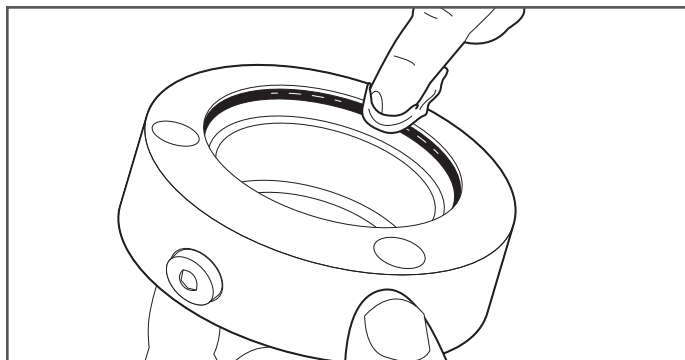

Figure 9-8
8. Reposez le joint torique intérieur. Appliquez une quantité généreuse de graisse de roulement ou de graisse au lithium propres sur le joint torique intérieur (Figure 9-8).